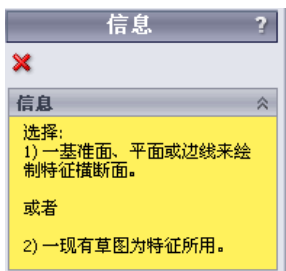

图 10.2.15 “信息”对话框
Step1. 在“模具工具”工具栏中单击  按钮，系统弹出图 10.2.15 所示的“信息”对话框。